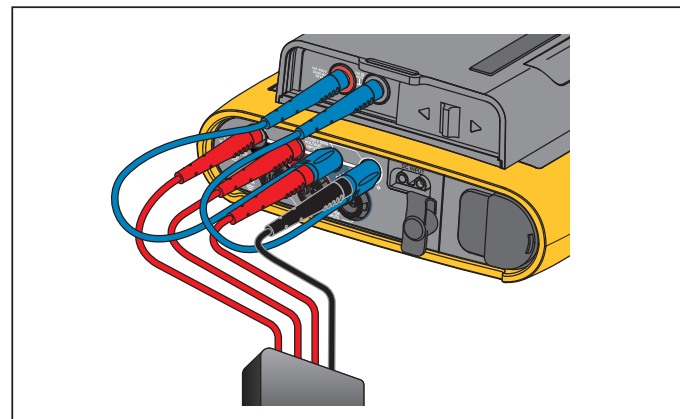
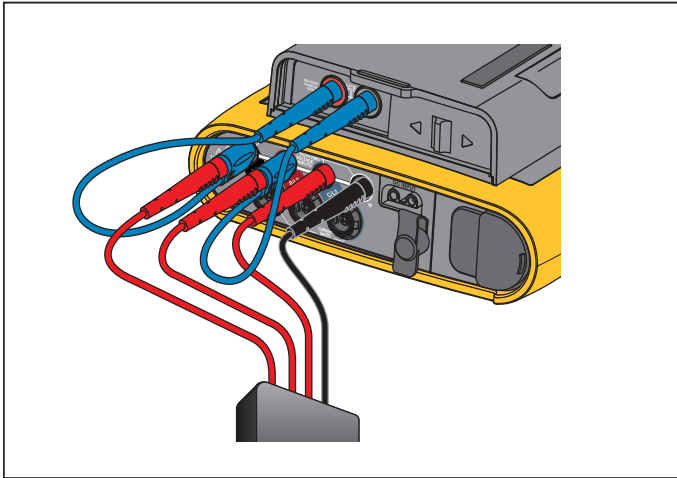

Figura 7. Medición con la fuente de alimentación del instrumento y tensión neutra
Figura 8. Medición sin la fuente de alimentación del instrumento ni tensión neutra
3. Conecte los cables de prueba cortos (consulte la Figura 7 y la Figura 8) a las entradas de alimentación. Asegúrese de utilizar los conectores no apilables. Los cables de prueba son aptos para las categorías de medición/sobretensión CAT III 1000 V y CAT IV 600 V.
7. Consulte la Figura 7 para suministrar alimentación al Registrador a partir de instalaciones con tensión neutra.
9. Consulte la Figura 8 para suministrar alimentación al Registrador a partir de instalaciones sin tensión neutra.